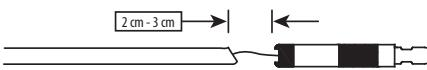

Abbildung 7
3. Trennen Sie vorsichtig das proximale und distale Ende des offenen Pushers. Ziehen Sie dann unter Durchleuchtung den proximalen Teil des Implantat-Pushers etwa 2–3 cm weit zurück, um zu bestätigen, dass sich das Implantat gemäß der Gebrauchsanweisung abgelöst hat (Abbildung 7).